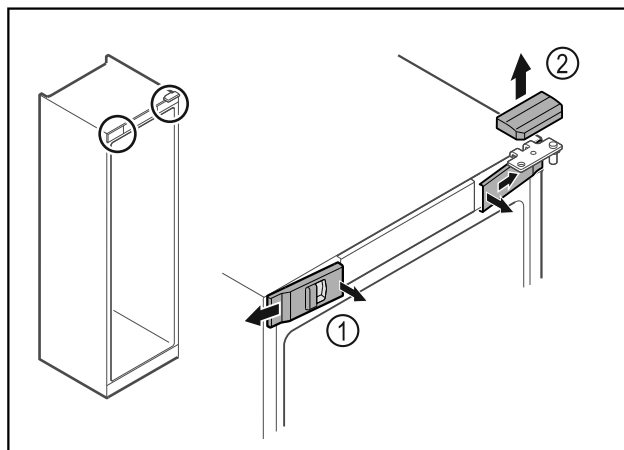

Fig. 14
- Klik de forreste indvendige afdækninger Fig. 14 (1) ud, og tag dem af i siden.
- Tag den øverste afdækning Fig. 14 (2) af opefter.